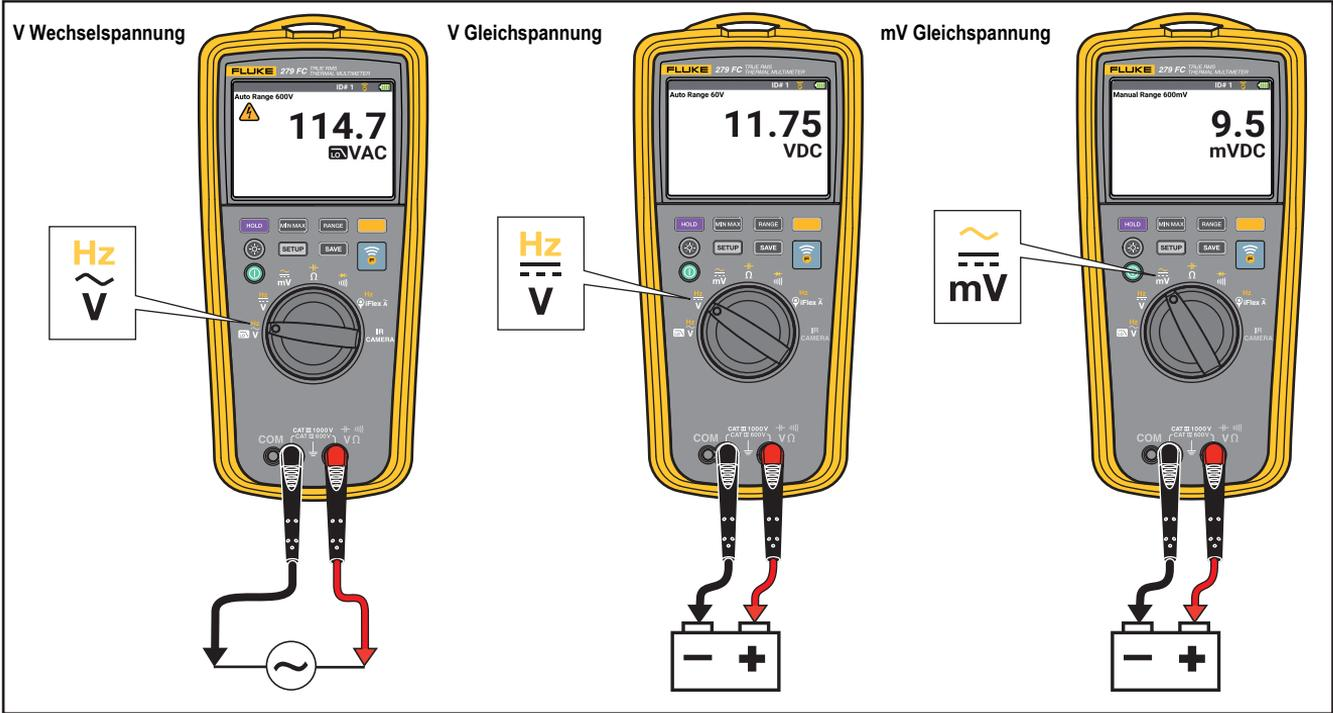

Abbildung 4. Wechsel- und Gleichspannungsmessungen
- Wechsel- und Gleichspannungsmessungen, siehe Abbildung 4.
1. Den Drehschalter auf $\approx \frac{\sim}{mV}$ stellen. siehe Abbildung 4.